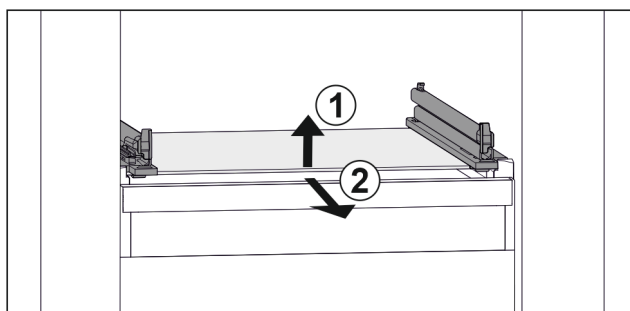

Fig. 118 Przykładowa prezentacja płyty szklanej
- ▶ Unieść płytę szklaną z przodu. Fig. 118 (1)
- ▶ Wyjąć płytę szklaną do przodu. Fig. 118 (2)